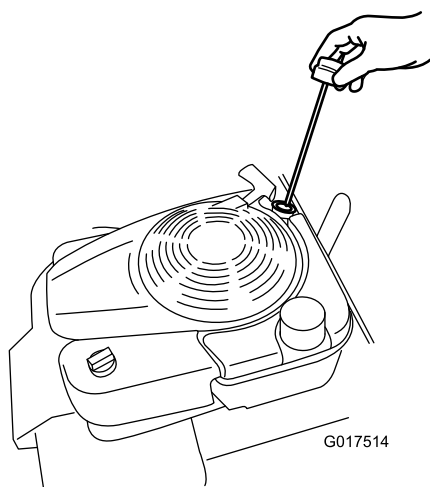

Рисунок 6
2. Извлеките щуп (Рисунок 6) и заполните маслом примерно 3/4 емкости картера через маслозаливную горловину.